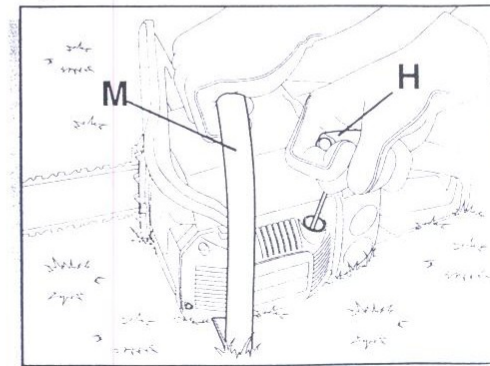

fig. 8
- Tryk 4-6 gange på plastikboblen E (fig.8). Herved fyldes karburatoren.
- Stil saven på jorden, med venstre hånd gribes fat om den forreste bøjle M (fig.8), grib om starthåndtaget H med højre hånd og træk hurtigt flere gange indtil der kommer tænding .